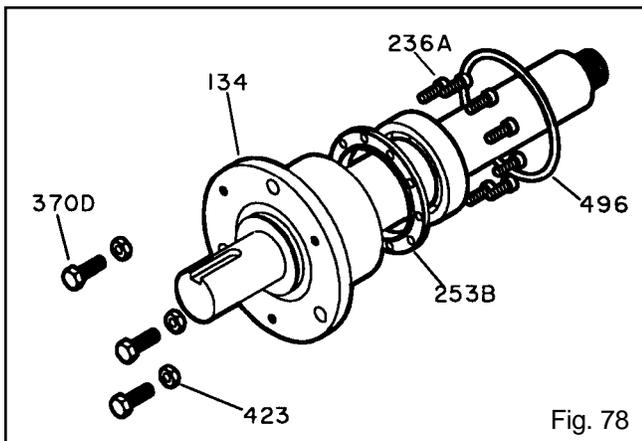

Fig. 78
3. Quite los tornillos de levantamiento (370D) con las tuercas (423) (Fig. 78).
4. Quite el anillo en O de la caja de los cojinetes (496).
5. Quite los tornillos del anillo de abrazadera (236A). Separe el anillo de abrazadera (253B) de la caja de los cojinetes (134).